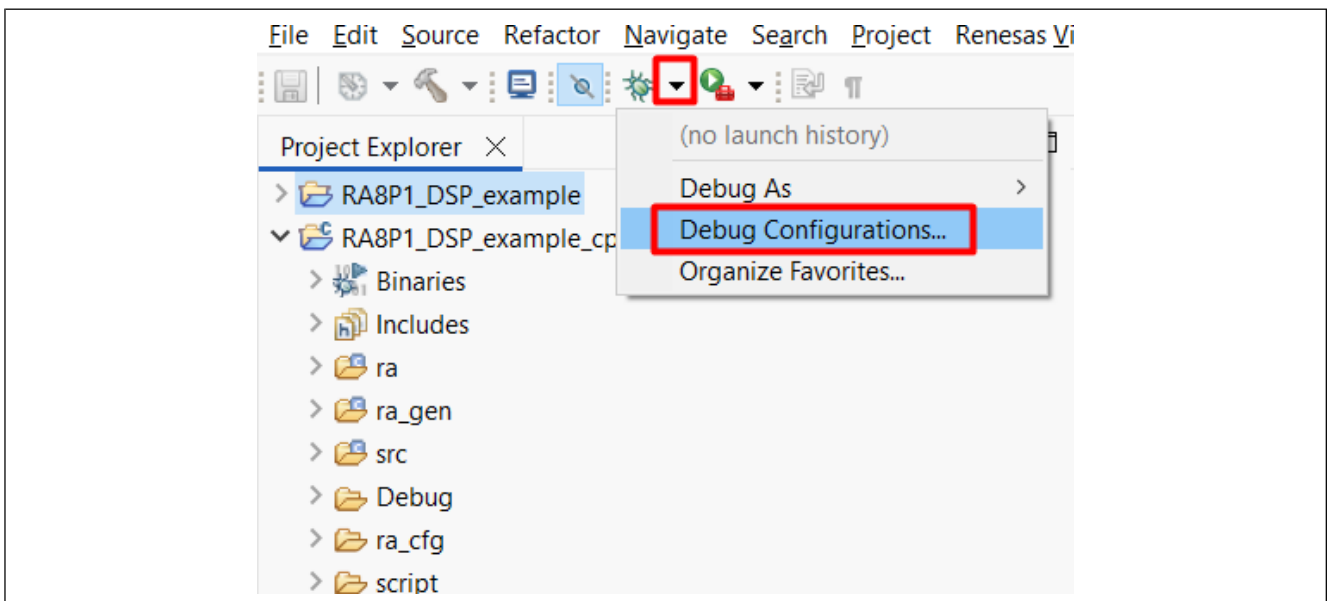

図67. DSPサンプルでのDebug Configuration起動
1. 図67に示すように**Debug Configurations**を開きます。